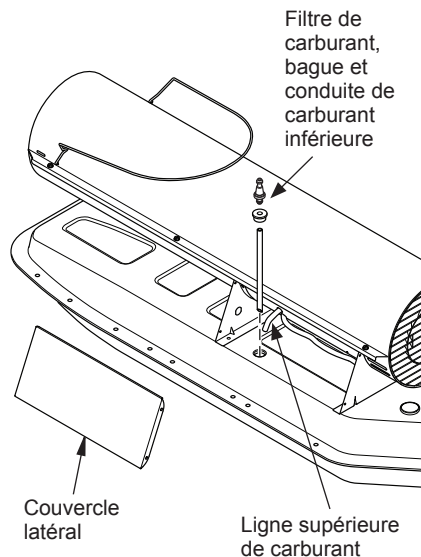

Figure 11 - Retrait du filtre de carburant
3. Tirez la conduite de carburant supérieure hors du filtre à carburant du cou (voir figure 11).
4. Sortir avec précaution douille, filtre à carburant, et la ligne inférieure de carburant sur le réservoir de carburant (voir figure 11).